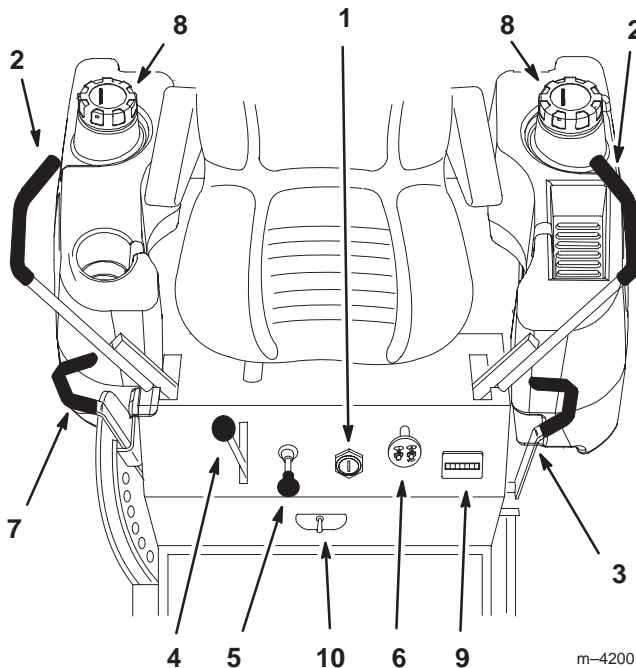

Bild 7
Machen Sie sich mit den Bedienelementen (Bild 7) vertraut, bevor Sie den Motor anlassen oder die Maschine einsetzen.
Das Gerät hat zwei Kraftstofftanks. Ein Tank befindet sich auf der linken und der andere auf der rechten Seite. Beide Tanks sind an den Kraftstoffhahn am Armaturenbrett angeschlossen. Vom Kraftstoffhahn führt eine gemeinsame Kraftstoffleitung zum Motor (Bild 7).
1. Schieben Sie die Fahrtriabshebel (Bild 7) aus der Neutralsperrstellung.